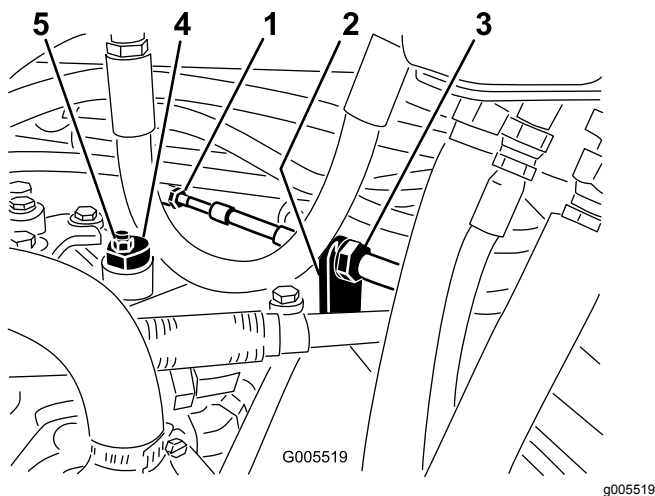

図 52
- A. 走行ケーブルを油圧トランスミッションのバルクヘッドに取り付けているジャムナット 図 52 を両方ともゆるめる。ジャムナットは調整ができるよう十分に、また均等にゆるめること。
注 偏芯ナットをトランスミッション上部に止めているナット 図 52 をゆるめる。
- C. どちらにも車輪が回らないように偏芯ナットを回して調整する。調整ができれば固定ナットを締める 図 52。スロットル SLOW および FAST 位置で調整が正しいことを確認する。
- D. バルクヘッドのそれぞれの側から、ロックナットを均等に締め付けて、ケーブルを固定する 図 52。ケーブルをねじらないように注意すること。